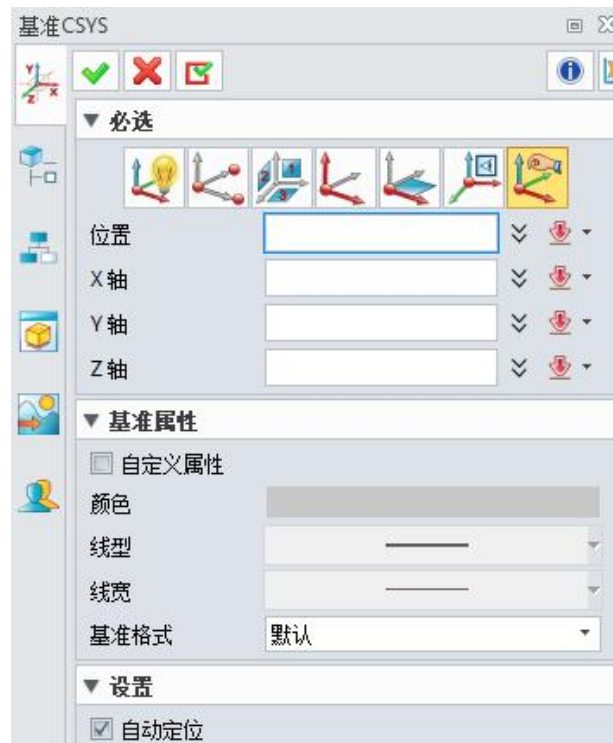

图 8-5: 动态坐标系
- 在“造型”选项卡中选择“基准坐标系”选项。（图 8-5）